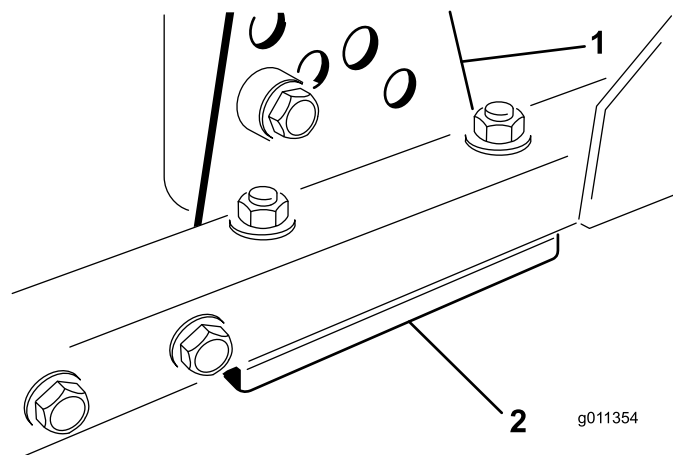

Рисунок 128
1. Снимите кронштейн высоты скашивания (передний, левый или правый) с рамы режущего блока (Рисунок 128).
2. Отрегулируйте количество регулировочных прокладок толщиной 1,5 мм и/или 0,7 мм между рамой режущего блока и кронштейном, чтобы получить необходимую настройку высоты (Рисунок 128).